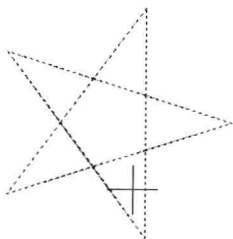

图 6-4-5
(3) 为将五角星的 5 个角创建为面域，中间的五边形区域不创建为面域，在对话框中单击“拾取点”按钮, 关闭对话框，依次在 5 个三角形的内部单击，如图 6-4-5 所示，这些点称为内部点，按 Enter 键创建 5 个三角形面域。